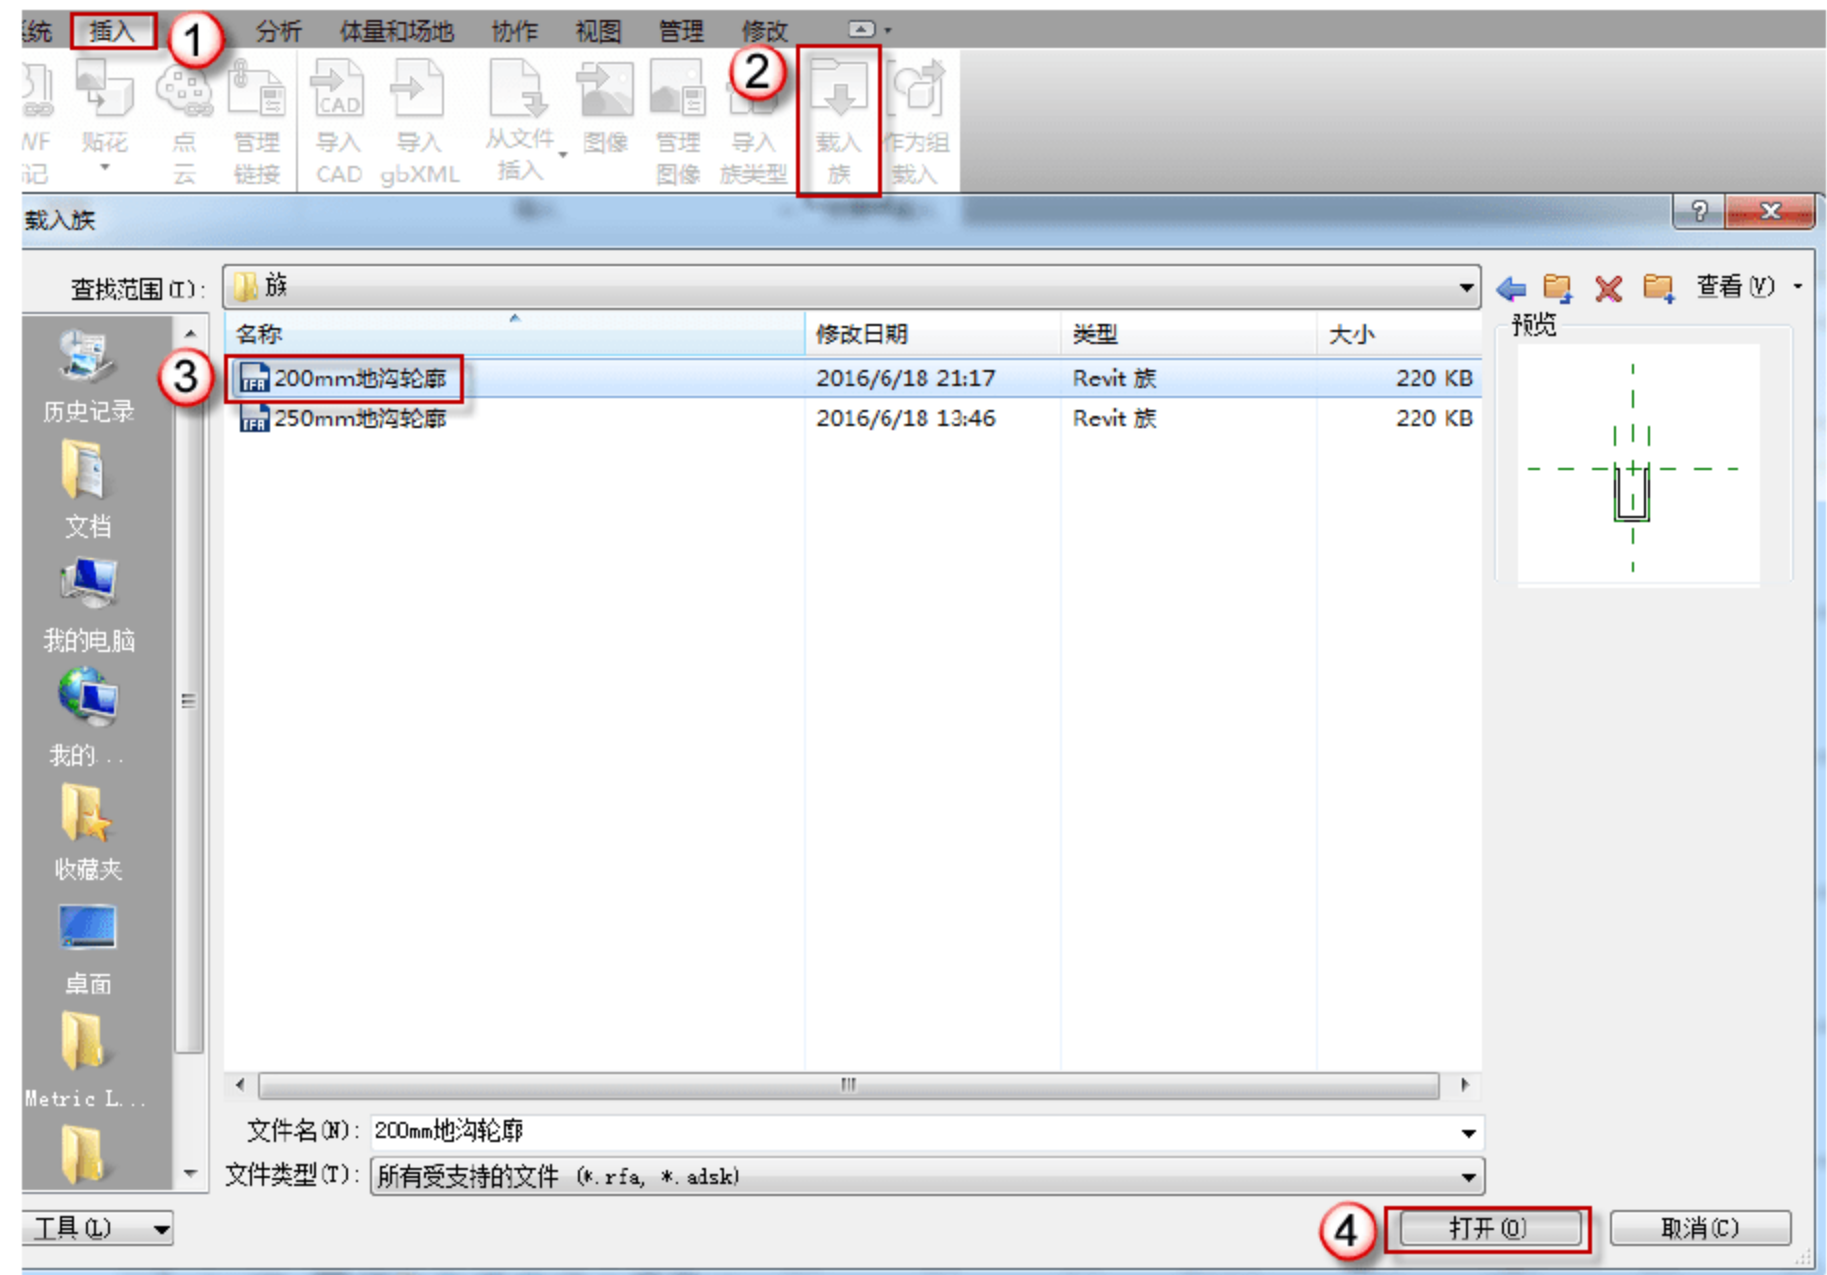

图 9.2.67 载入“200mm 地沟轮廓”族文件
(24) 载入“200mm 地沟轮廓”族文件。选择“程序菜单”→“关闭”命令，返回到地下室平面图，选择“插入”→“载入族”命令，在弹出的“载入族”对话框中，找到前面保存的“200mm 地沟轮廓”族文件，单击“打开”命令，如图 9.2.67 所示。